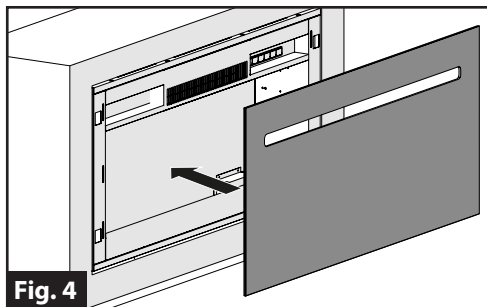

Fig. 4
6. Alinee las seis pestañas de la parte posterior de la tapa de vidrio con las ranuras de la chimenea y vuelva a colocar la tapa de vidrio en la chimenea. (Fig. 4)